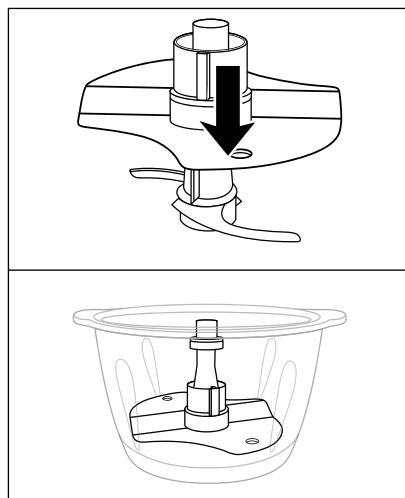

Fig. 1
1) Posez le bol **⑨** sur l'anneau antidérapant **⑪**.
2) Poussez le disque émulsionneur **⑫** sur le porte-lame **⑦** :
- Pour fouetter 200 - 400 ml de crème, montez le disque émulsionneur **⑫** sur le porte-lame **⑦** de sorte que le disque émulsionneur **⑫** repose sur les deux parties de la lame **⑧** et s'encrante (fig. 1) :